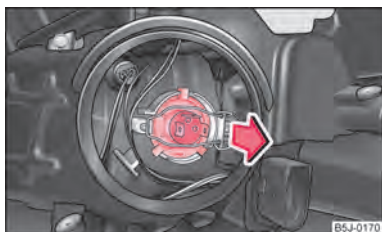

Fig. 158 Demontarea becului luminii de întâlnire și drum
- Scoateți conectorul din lampă, deblocați mânerul din sârmă și extrageți lampa spre spate ⇒ fig. 158.